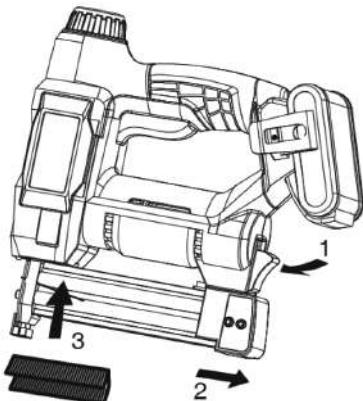

Рис. 4
- Нажмите на рычаг разблокировки затвора магазина (Рис. 4).